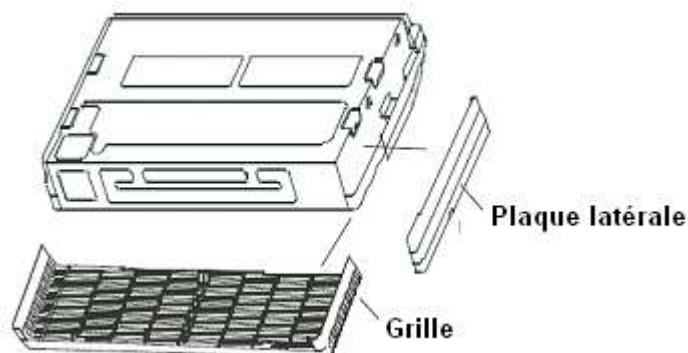

Fig. 1-10
1. Retirer la plaque latérale et la grille. (Cf. Fig. 1-10) (Sur les modèles de 48 000 et 60 000 Btu/h, ne pas retirer la grille.)